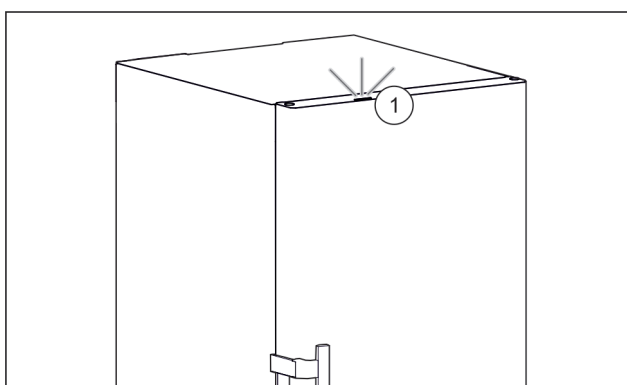

Fig. 90 Voyant d'état actif lorsque la porte est fermée
- Le voyant d'état Fig. 90 (1) est activé.